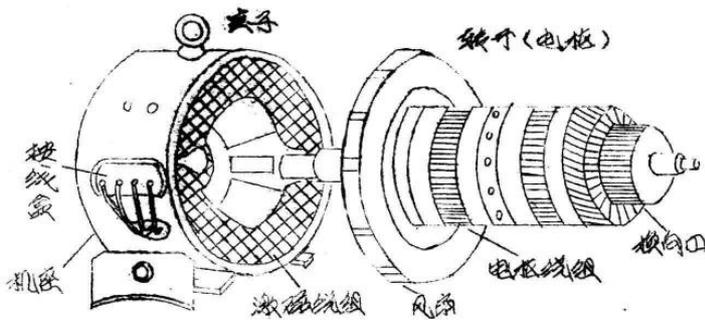
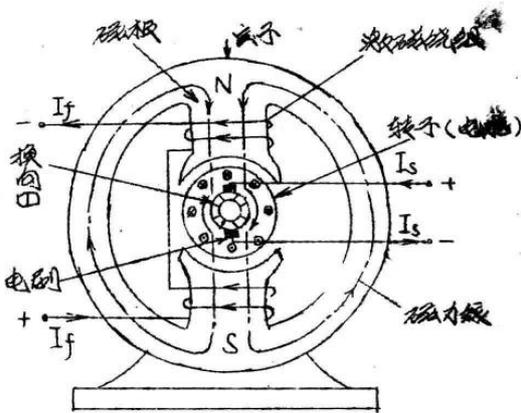

图1-2 直流电动机构造
图 1-3 直流电动机示意图
1. 直流电动机主要分定子与转子二部分如图1-2所示。定子部分主要是固定的磁极一般用永久磁铁而有用电磁铁如图1-3。这些因为电磁铁的体积小，重量轻，磁通可以调节，磁极可做成一对或数对，励磁的线圈称激磁绕组 $F_1 F_2$ 放在磁极上，激磁绕组通电流后便产生N极S极。